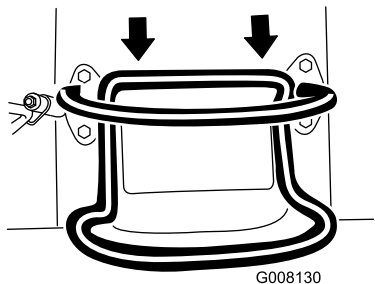

Figura 8
- Para conducir hacia atrás, mueva el control de tracción hacia atrás (Figura 8). **Mientras conduzca en marcha atrás, mire hacia atrás para asegurarse de que el camino está despejado, y mantenga ambas manos en la barra de referencia.**